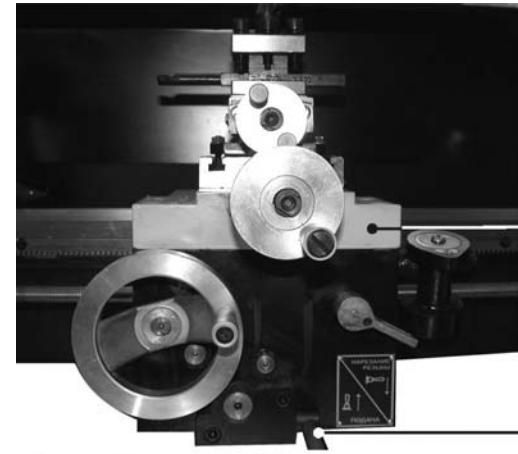

Рис.17
#### 10.4. Точение с автоматической подачей (Рис. 17, 18)
10.4.3. Переключением рычага (26) включения автоматической подачи в верхнее положение приводится в действие автоматическое перемещение каретки (24), Рис.17.